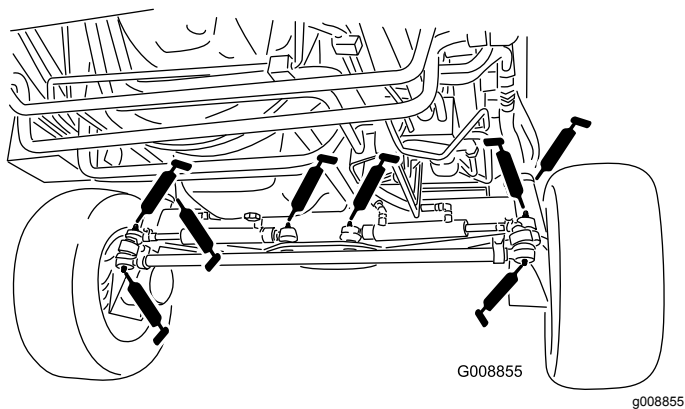

Figura 81
- 4 giunti a sfera del cilindro di sterzata (Figura 81)
- 2 giunti a sfera del tirante (Figura 81)
- 2 boccole del perno del fuso a snodo (Figura 81)